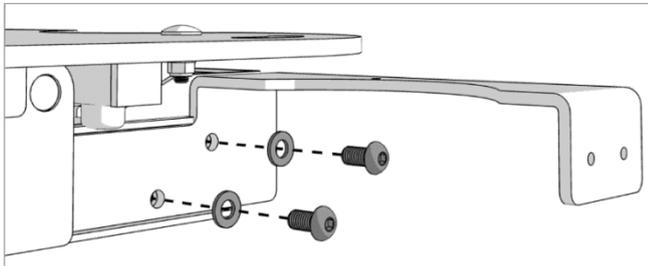

Figure 6.4
4. Enlevez les deux boulons qui fixent le support de RCP au lit comme illustré sur la Figure 6.4.